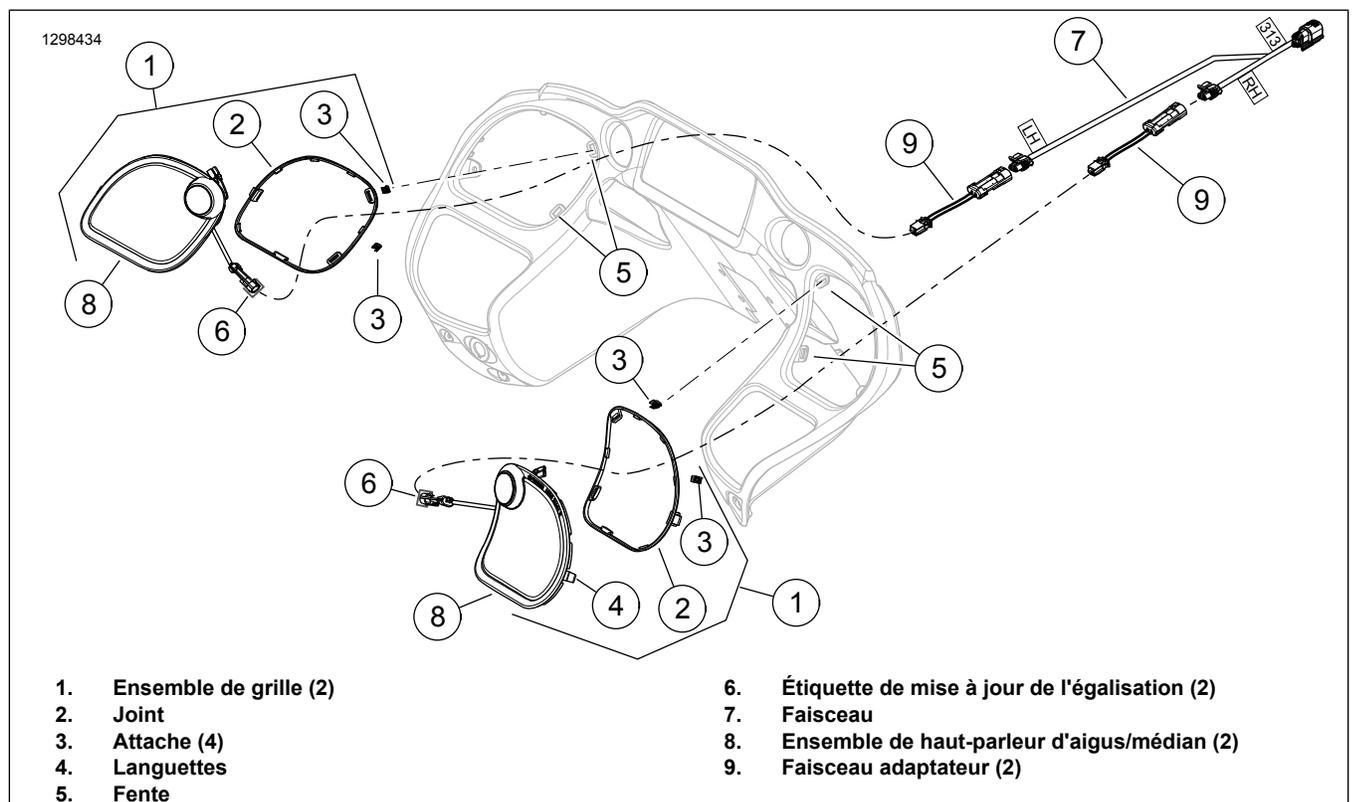
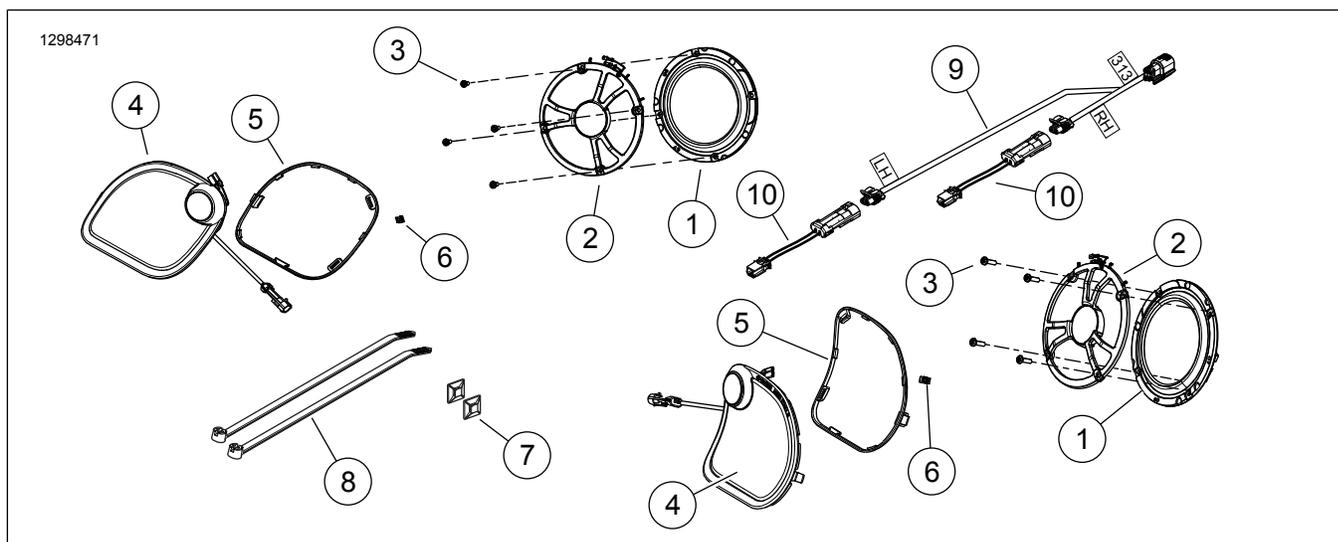

Figure 2. Grille et haut-parleur d'aigus/médian
Figure 4. Pièces de rechange, kit de haut-parleurs de carénage BOOM! Audio Stage II (FLTR)
Voir Figure 4 et Tableau 1 .
5. Voir Figure 2 . Poser l'ensemble de grille (1) :
- b. Vérifier que le joint en caoutchouc (2) est en position autour du pourtour de la grille. Vérifier que les deux attaches (3) sont en position sur les languettes de grille (4). Remplacer les composants s'ils sont endommagés ou absents.
- d. Engager la languette (4) dans le côté extérieur de l'ouverture de haut-parleur.
- e. Engager les attaches de retenue de grille dans les fentes (5).
7. Voir Figure 2 . **Tous les modèles** : placer le faisceau (7) dans le carénage intérieur.
Le faisceau adaptateur (9) Figure 2 ou le faisceau adaptateur (10) Figure 4 est nécessaire pour la génération de haut-parleurs identifiés dans ce kit, mais peut ne pas être nécessaire sur tous les modèles. Certaines combinaisons de haut-parleurs et de faisceaux peuvent avoir des connexions de faisceau qui diffèrent. Utiliser l'adaptateur (69200925) pour résoudre la connexion.
9. Voir Figure 4 . Ajouter un faisceau d'adaptateur (10) du kit.
10. Voir Figure 2 . Adaptateur d'accouplement faisceau à faisceau (7).